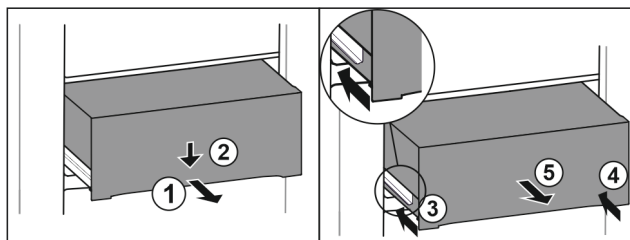

Fig. 130
- ▶ 将抽屉拉出一半。 Fig. 130 (1)
- ▶ 朝下按压正面的抽屉。 Fig. 130 (2)
- ▶ 将左侧轨道推入大约 2 cm。 Fig. 130 (3)
- ▶ 将右侧轨道推入大约 2 cm。 Fig. 130 (4)
- ▶ 朝前取出抽屉。 Fig. 130 (5)